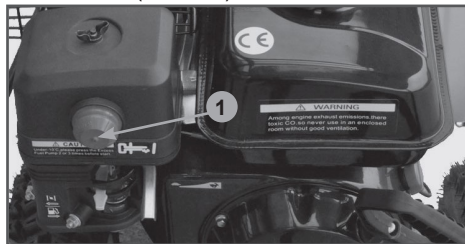

Рис. 22 Расположение ручного топливного насоса
6. Нажмите 3 раза на ручной топливный насос 1 (Рис. 22).